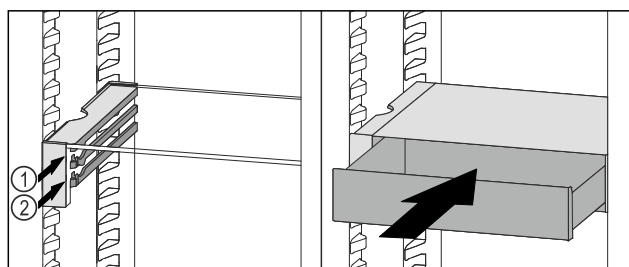

Fig. 80
- ▶ Plasser VarioSafe-skuffen bak stopperne på ønsket rille Fig. 80 (1) eller Fig. 80 (2).